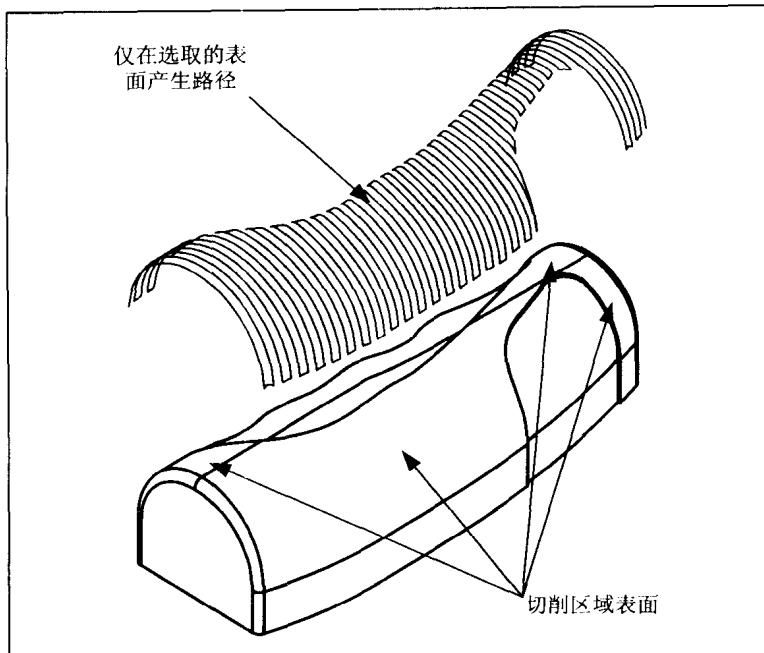

图 1-13 切削区域几何体
- 5) 切削区域(Cut Area)几何体：切削区域几何体是指刀位轨迹产生在此选项选取的表面区域上，而非选取的整个零件(Part)表面。通常用于加工零件上的某个局部区域的切削，如图 1-13 所示。